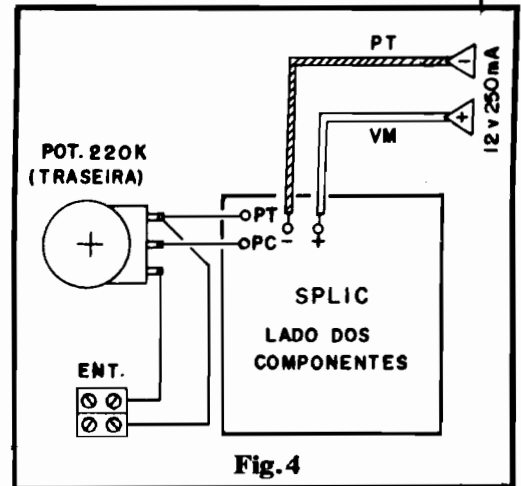

Fig. 4
- **FIG. 4 - CONEXÕES EXTERNAS À PLACA** - As ligações pela traseira... Ainda do potenciômetro, duas ligações são "puxadas" a um par de conectores tipo "Sindal", correspondentes à Entrada de sinal... Não são necessárias blindagens especiais, uma vez que o SPLIC não é - obviamente - um dispositivo de "alta-fidelidade", que deva "fugir" a roncões, zumbidos, essas coisas... Além disso, normalmente os sinais para excitação do circuito serão "puxados" de pontos onde se manifesta em alto nível e baixa impedância, com o que a eventual captação de "espúrios" fica naturalmente reduzida. Finalizando essa etapa, notar que a placa, na
fig. 4, é vista pela mesma face em que foi mostrada na figura anterior (lado dos componentes), apenas que com a devida "limpeza" visual (as peças **sobre** a placa **não** são mostradas, para "descongestionar" o desenho...).